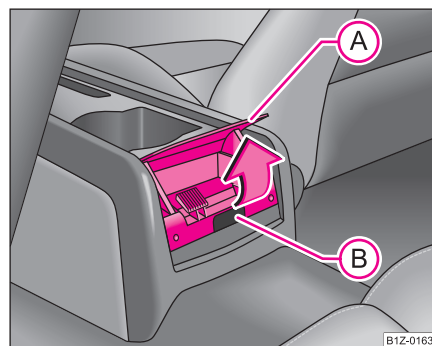

Fig. 95 Consola central: Cenicero trasero
- Debe asir la tapa del cenicero por el borde inferior (A) y abrirla en el sentido de la flecha ⇒ fig. 95.